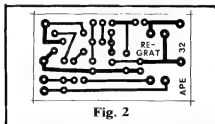

Fig. 2
- **FIG. 2 - O lay out**, em tamanho natural, da plaquinha de Circuito Impresso específica para a montagem... Notem que a compactação foi a tônica do desenho, já que pretendíamos manter a possibilidade de até "embutir" o REGRAT dentro do gravador acoplado... As pistas são fininhas e as ilhas estão bastante próximas umas das outras... Assim, é necessário algum cuidado, tanto na traçagem, quanto na corrosão e acabamento da placa, operações que devem ser finalizadas com